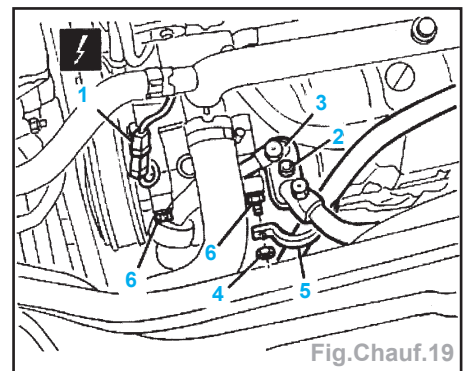

Fig. Chauff.19
- Déposer (Fig. Chauff.19) :
- la vis (2) et débrancher le tuyau (3),